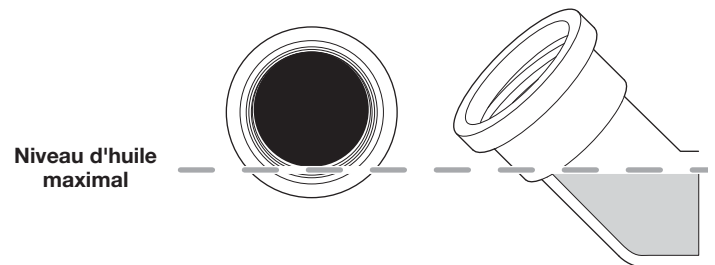

Fig. 28
5. Regardez dans l'orifice de remplissage d'huile, utilisez une lampe de poche si nécessaire. **Le niveau d'huile doit à peine toucher le filet inférieur de l'orifice de remplissage d'huile** (Fig. 28). Si le niveau d'huile est trop bas, ajoutez de l'huile dans l'orifice de remplissage d'huile jusqu'à ce que le niveau d'huile entre en contact avec le filet inférieur de l'orifice de remplissage d'huile.